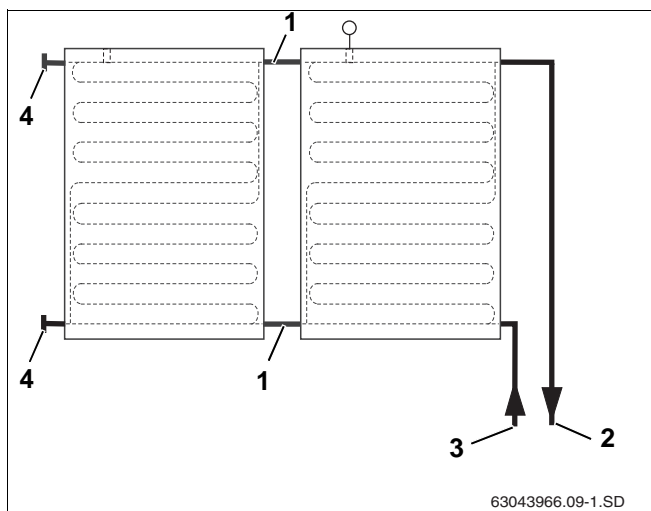
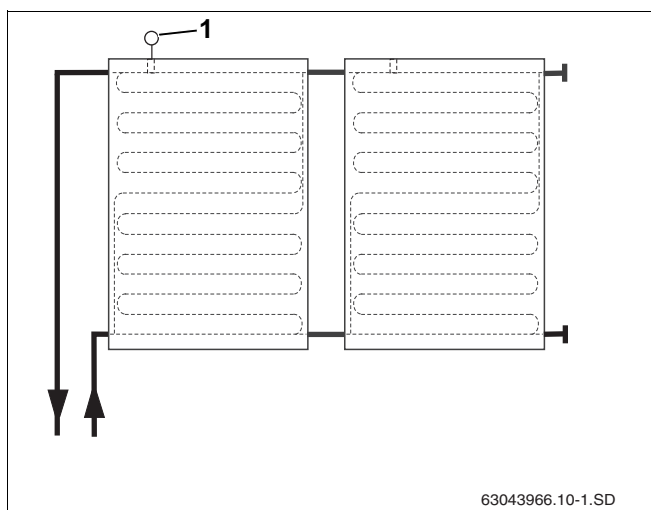

Fig. 17 Hydraul. tilslutning til højre til maks. 5 solfangere
Fig. 18 Hydraul. tilslutning til venstre til maks. 5 solfangere
Solfangerne skal monteres, så følergennemføringerne til montering af solfangerføleren (fig. 18, **pos. 1**) sidder foroven.
De hydrauliske tilslutningsledninger kan tilsluttes til højre (fig. 17) eller venstre (fig. 18). I denne vejledning vises tilslutningsledningerne på højre side.
Den ensidede tilslutning kan foretages indtil en solfangerstørrelse på maks. 5 solfangere (fig. 17 og fig. 18).